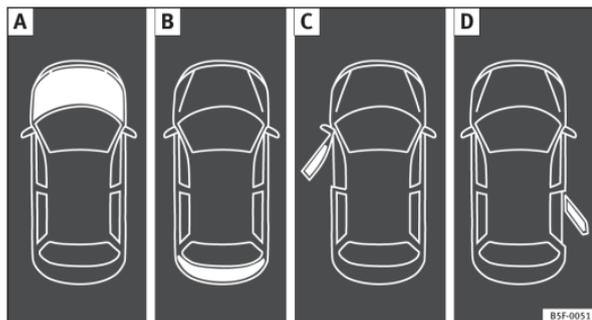

Abb. 39 A: Motorraumklappe geöffnet, B: Heckklappe geöffnet, C: vordere, linke Tür geöffnet, D: hintere, rechte Tür geöffnet (nur in Ausführungen mit 5 Türen).
- Motorraumklappe, Gepäckraumklappe und Türen geöffnet \Rightarrow Abb. 39.